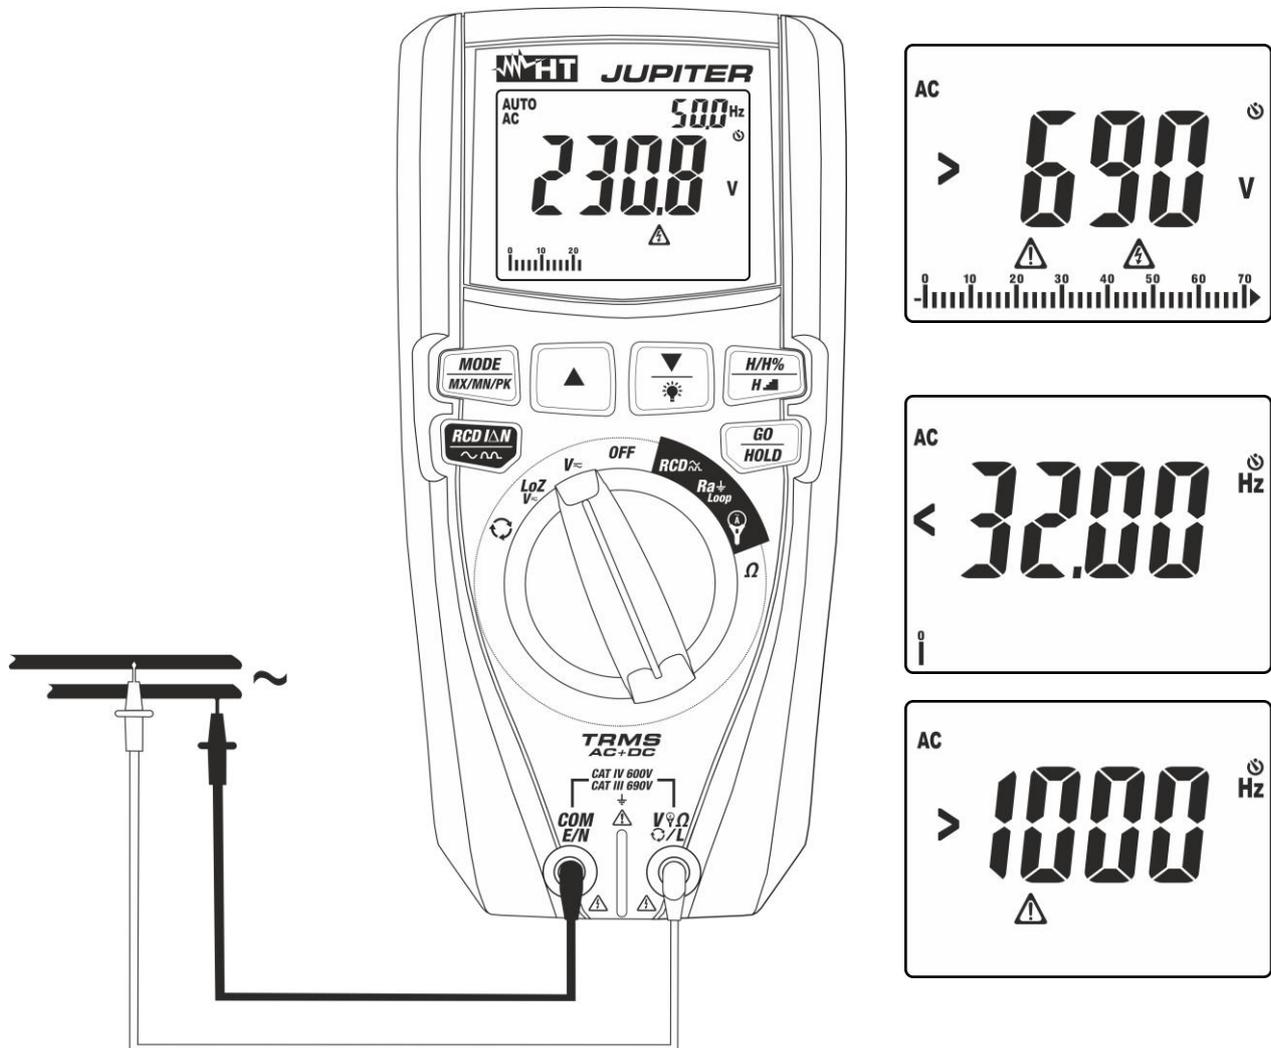

Fig. 9: Uso dello strumento per misura di Tensione AC
4. Posizionare il puntale rosso ed il puntale nero rispettivamente nei punti del circuito in esame (vedere Fig. 9). Il valore della tensione è mostrato a display. Nella parte alta destra del display è mostrato il valore della frequenza della tensione. Premere il tasto **MODE/MX/MN/PK** per visualizzare il valore della frequenza con maggior risoluzione
5. Se sul display è visualizzato il messaggio ">690V" (vedere Fig. 9) si è raggiunto il fondo scala dello strumento
6. Se sul display sono visualizzati i messaggi "<32Hz" o ">1000Hz" (vedere Fig. 9) il valore della frequenza è esterno all'intervallo di misura **32Hz ÷ 1000Hz**